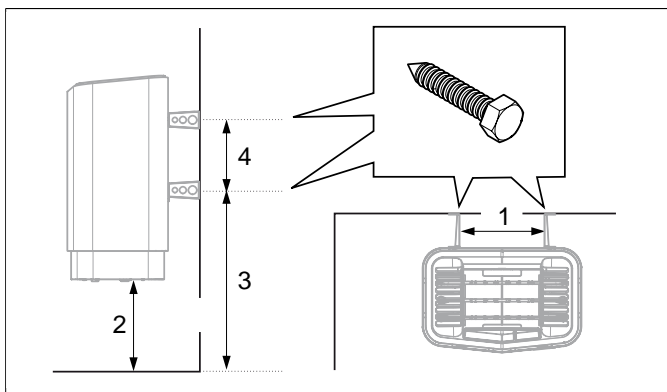

Fig 10: Måttsättning
9. Placera konsolskruvarna enligt måttsättning se **Fig 10**, sidan 5.